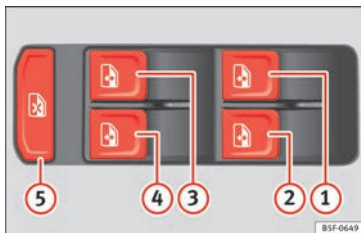

Fig. 140 Detalle de la puerta del conductor: mandos para las ventanillas (vehículo de 5 puertas con elevalunas eléctricos anteriores y posteriores).
»» **fig. 140**  de la puerta del conductor puede desactivar las teclas de los elevalunas de las puertas traseras.
Las teclas »» **fig. 140** ①, ②, ③ y ④ tienen dos posiciones para la apertura de las